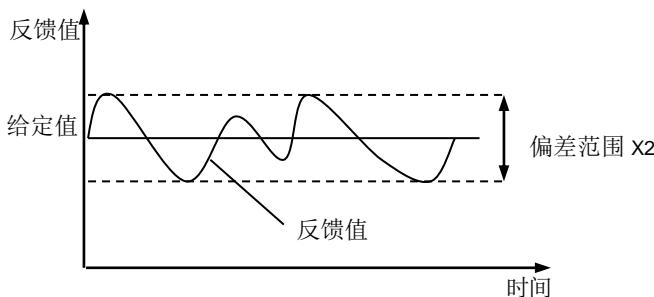

图 6-39 偏差范围
- 偏差范围指闭环系统实际输出值与目标值之间的最大偏差率,偏差小于此范围时, PID 调节器停止调节,变频器输出频率保持现状。如图 6-39 所示。